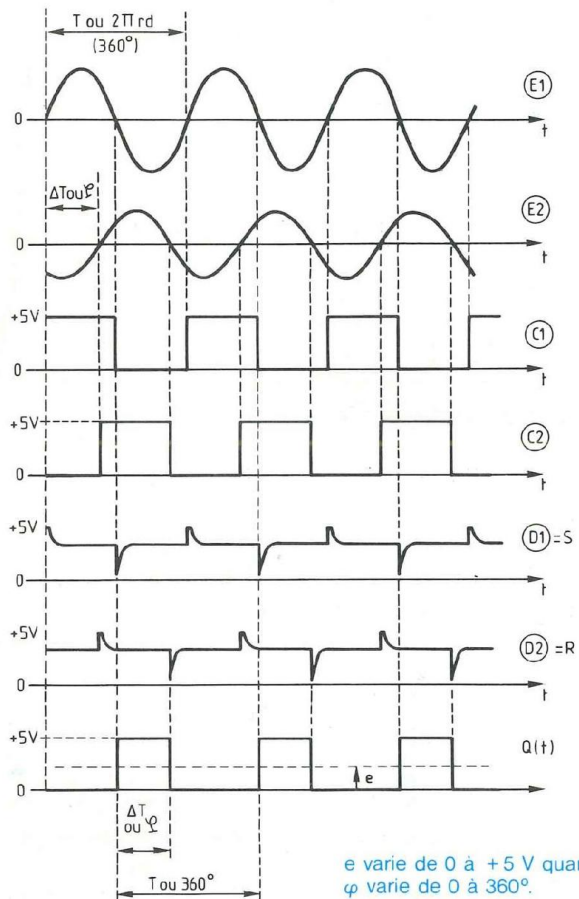

Fig. 5 : Diagrammes de fonctionnement.
Il se trouve tout entier rassemblé dans la succession des diagrammes de la figure 5, où la variable, portée sur les axes horizontaux est le temps  $t$ . Les axes verticaux, d'ailleurs non matérialisés pour ne pas surcharger la figure, indiquent tous des tensions.
- chaque fois que  $E_1$  franchit le seuil zéro en devenant positive, la sortie du comparateur correspondant, notée  $C_1$  dans la figure 5, transite brusquement de 0 à +5 V ;
De la même façon, la figure 5 montre que la sortie  $C_2$  de l'autre comparateur, attaqué par la sinusoïde de l'entrée  $E_2$ , délivre des créneaux symétriques de même période  $T$ .
Les notations  $S$  et  $R$  s'expliquent maintenant. En effet, les impulsions négatives correspondantes attaquent les entrées Set et Reset d'une bascule bistable dont la sortie  $Q$  évolue, en fonction du temps, conformément au dernier diagramme de la figure 5. Pour une période  $T$ , correspondant à une rotation de  $360^\circ$  sur le cercle trigonométrique, on dispose d'un créneau positif de durée  $\Delta t$  coïncidant
l'essentiel, les opérations à effectuer pour franchir les étapes successives du diagramme de la figure 5. Quelques perfectionnements s'y ajoutent pourtant, qui visent à simplifier à l'extrême l'utilisation de l'appareil.
En sortie de la bascule RS, les paliers inférieurs des créneaux aux normes CMOS, ne s'alignent pas rigoureusement sur le potentiel de la masse. A 25° C, il peut subsister une tension résiduelle de 50 mV qui, s'ajoutant à la tension  $e$  de la figure 5, fausserait les mesures, particulièrement aux faibles déphasages. Un circuit de décalage